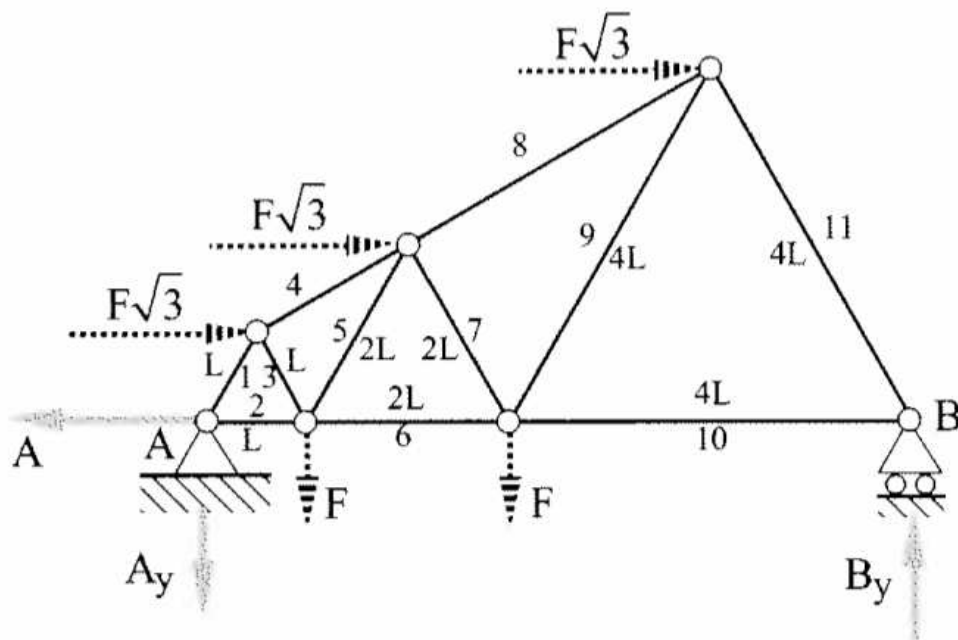

Abbildung 2: Ideales statisch bestimmtes Fachwerk aus Fig. 11.9 von [1]
1. Schreiben Sie ein MATLAB-Programm, das die Eingabematrizen und -vektoren für `trussimulator` für das Fachwerk aus Abbildung 2 initialisiert. Hierbei darf $F = 1\text{N}$ angenommen werden, ebenso wie $L = 1\text{m}$.
10. Berechnen Sie nun mit Ihrer Implementierung von `trussimulator` die Kräfte im Fachwerk aus Abbildung 2. Zur Kontrolle: die Kraft auf Lager A ist $(3\sqrt{3}\text{N}, \frac{1}{14}\text{N})$, siehe [1, Abschnitt 11.3].